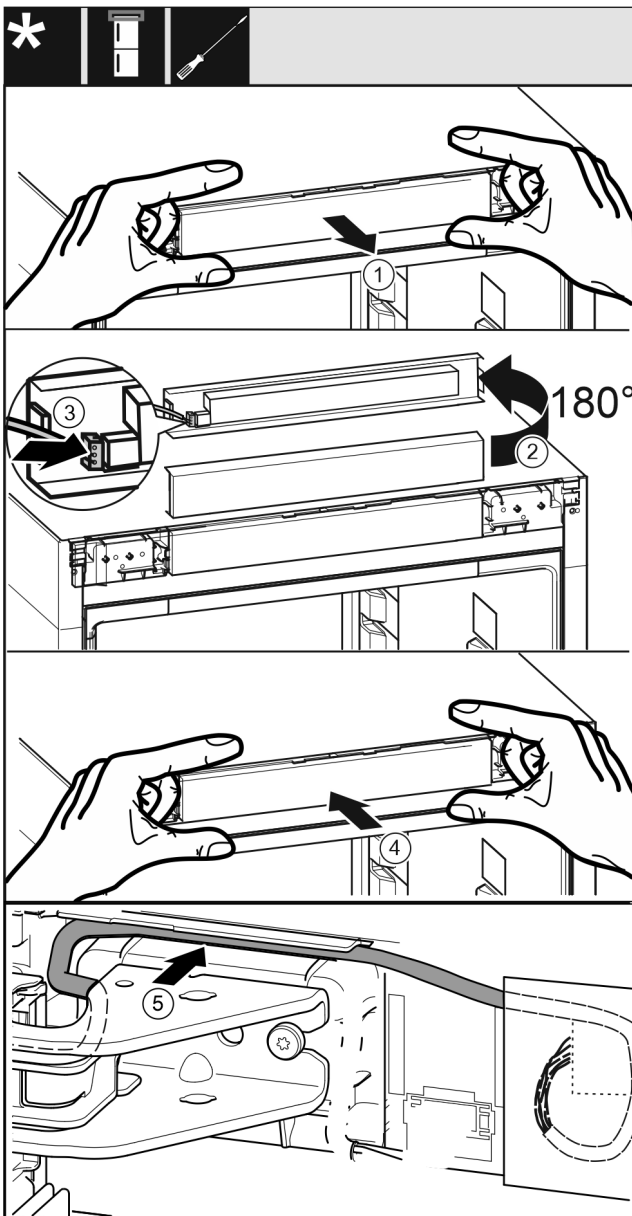

Fig. 57
- Bedieningspaneel Fig. 57 (1) voorzichtig wegtrekken.
- Bedieningspaneel Fig. 57 (2) 180° naar boven draaien.
- Stekker Fig. 57 (3) op het bedieningspaneel vastklikken.
- Bedieningspaneel Fig. 57 (4) weer op het apparaat vastklikken.
- Kabel Fig. 57 (5) voorzichtig in de geleiding boven het bovenste lagerboks leggen.